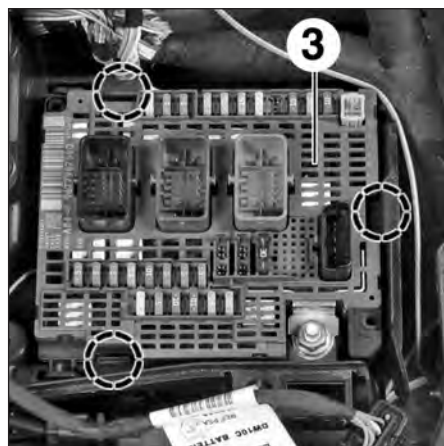

FIG.20
- Dégrafer le boîtier de servitude moteur (3) et l'écarter (Fig.20).